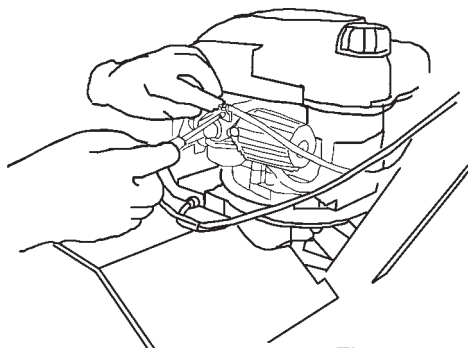

Fig. 3
- Collegare il filo comando acceleratore (fig. 2) al motore e fissare la guaina (fig. 3)